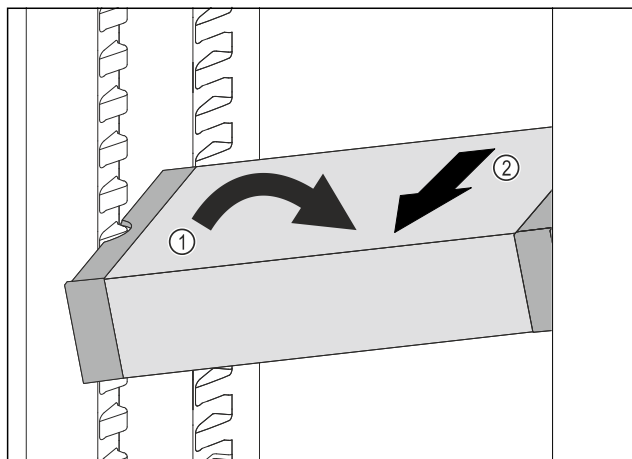

Fig. 116
- Predal VarioSafe postavite v hladilniku postrani. Fig. 116 (1)
- Predal VarioSafe izvlecite v smeri naprej. Fig. 116 (2)